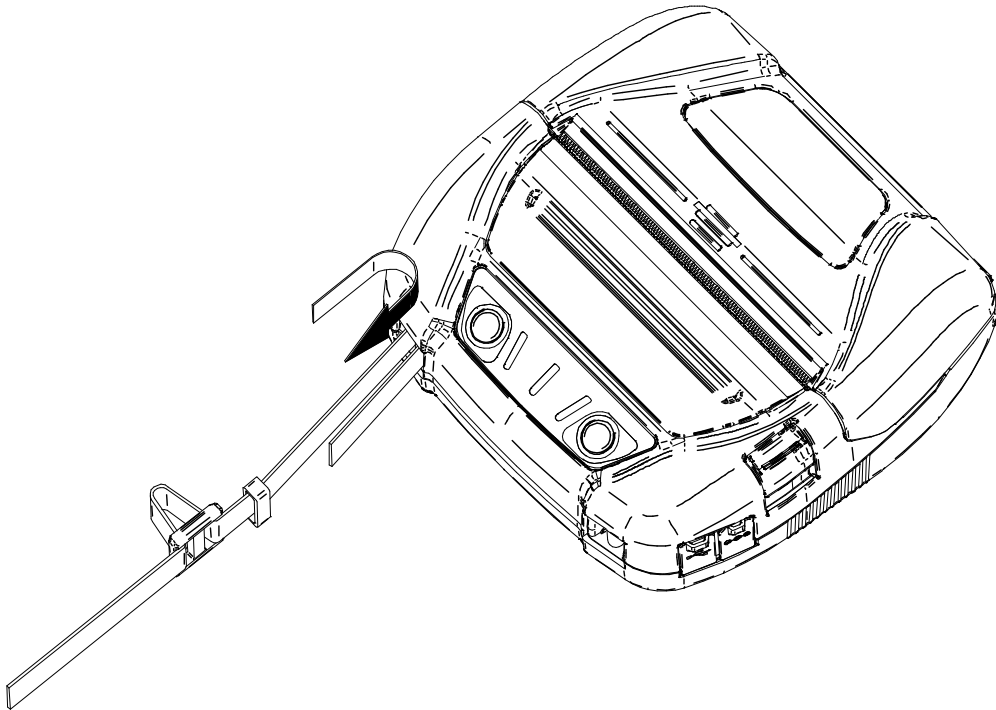

Abbildung 14-4 Anbringung des Schulterriemens (1)
- (1) Führen Sie das Ende des Schulterriemens wie in Abbildung 14-4 gezeigt durch den dafür vorgesehenen Anbringungsteil des Druckers.